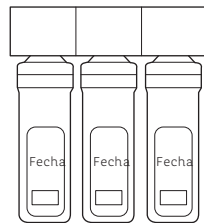

Figura 40.
7. Te recomendamos apuntar la fecha del siguiente cambio de Cartuchos para recordar reemplazarlo en tiempo (ver Figura 40).